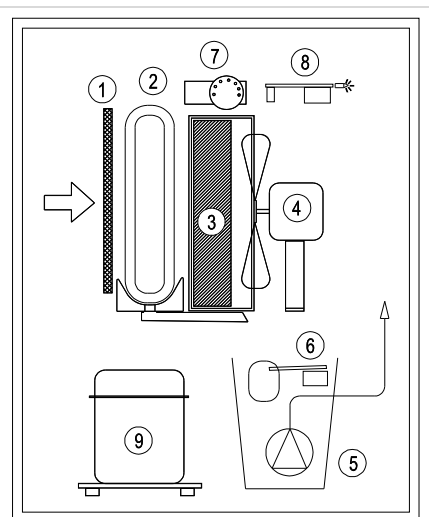

Fig. 3
Fig. 3 hace referencia a la máquina provista de una bomba de condensado, que incluye un **tanque** de captación de agua (5) y un dispositivo de parada por flotante para el tanque lleno (6), en caso de que la bomba no descarga correctamente.